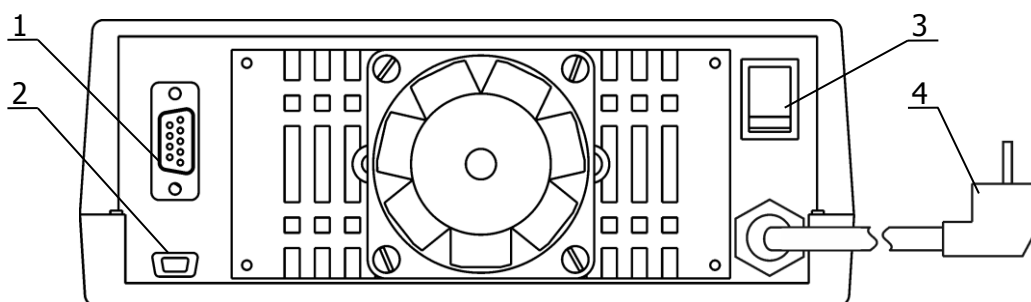

Рисунок 3 — Задняя панель плотномеров
2.2.1 Для включения/выключения плотномеров перевести сетевой выключатель 3 (рисунок 3) в соответствующее положение.